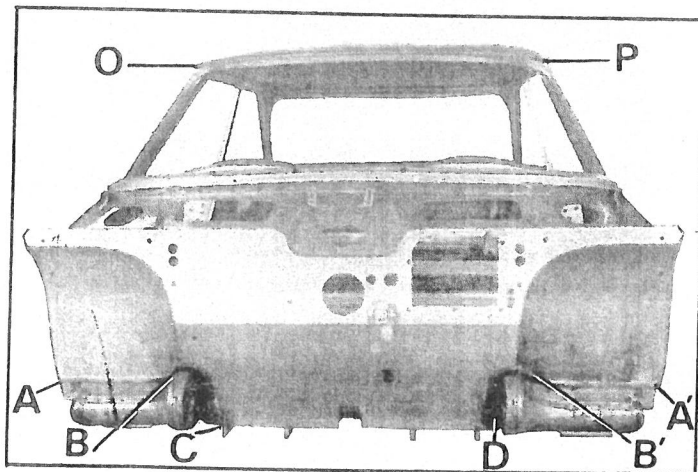

Fig. 5
(voir fig. 5)
- OP (voir fig 5)